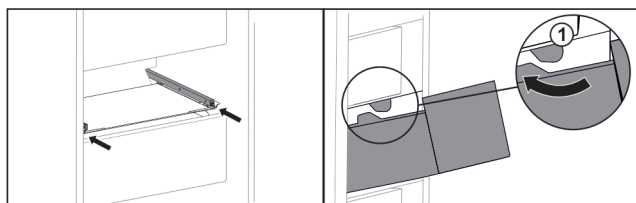

Fig. 45
- ▶ Predal speljite okrog zaustavljajnikov Fig. 45 (1).